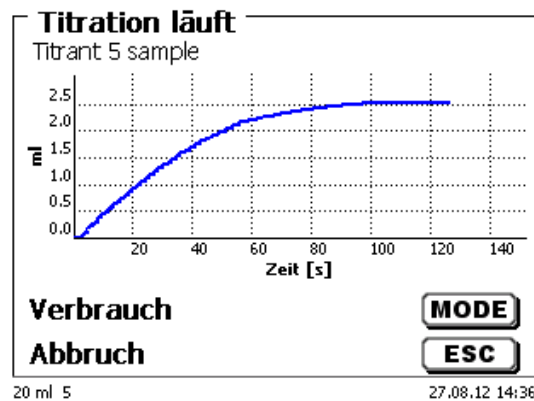

Abb. 71
- oder die Titrationskurve in ml/Zeit [s] angezeigt (Abb. 71).